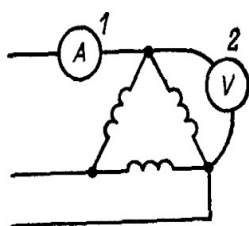

Рис. 11-10.
3. Сколько ампер показывает амперметр 1 (рис.11-10), если сопротивление одной фазы потребителя 19 Ом и вольтметр 2 показывает 380 В?